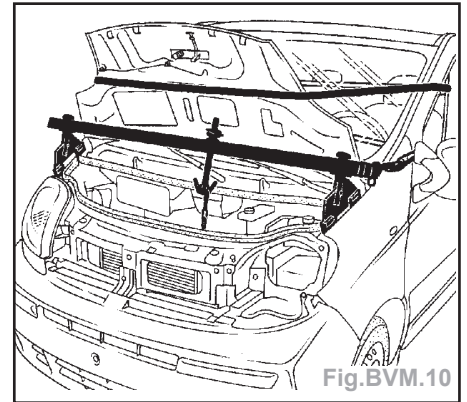

Fig.BVM.10
- Installer la sangle de capot (Fig. BVM.10).